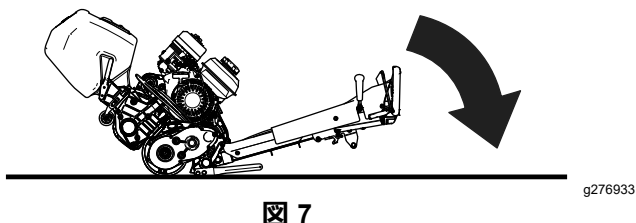

図 7
2. トラクションユニットのハンドルを操作してカッティングユニットを床まで下降させる図 7。